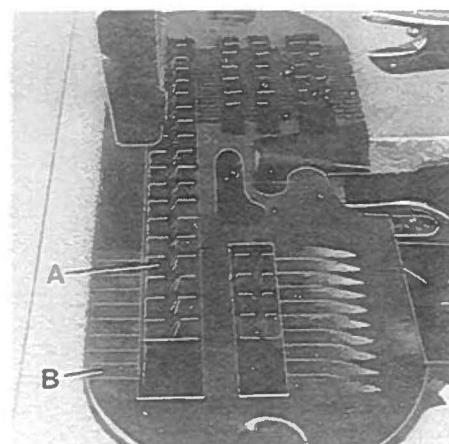
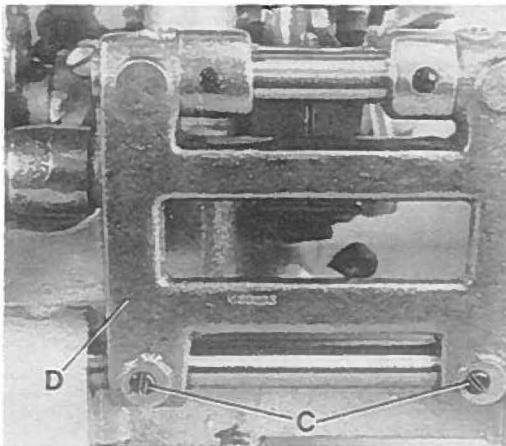

Fig.17
Fig.18
The lower feed dog (A, Fig. 17) should center laterally in the slots of throat plate (B). If an adjustment is necessary loosen the two set screws (C, Fig. 18) and move feed rocker (D) to the left or right as required. Retighten set screws.
Der untere Transporteur (A, Fig. 17) muß in den Schlitten der Stichplatte (B) seitlich vermittelt sein. Ist eine Einstellung notwendig lösen Sie die Gewindestifte (C, Fig. 18) und schieben den Transportantriebsrahmen (D) nach Bedarf nach links oder rechts. Ziehen Sie die Gewindestifte wieder an.